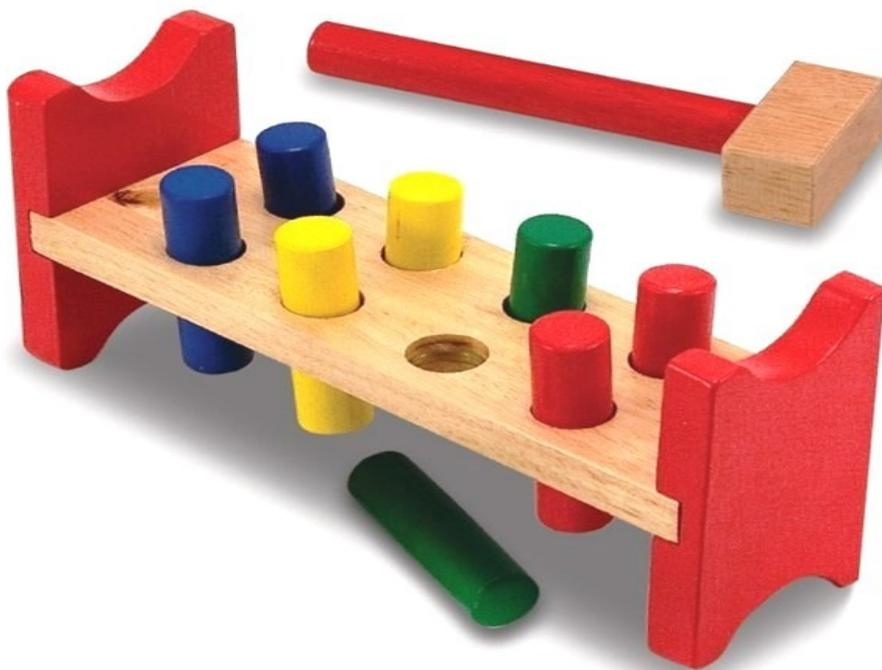

Рисунок 1. Деревянная игрушка «Стучалка»
21. **Техническое задание.** Вам необходимо разработать технологическую документацию на изготовление изделия: «Деревянная игрушка «Стучалка» (см. рис. 1). Выполнить сборочный чертёж со спецификацией. Изделие состоит из четырёх различных видов деталей: цилиндр – 9 шт. (штырьки и рукоятка молоточка), боковая стенка – 2 шт., полка с отверстиями – 1 шт., брусок – 1 шт.